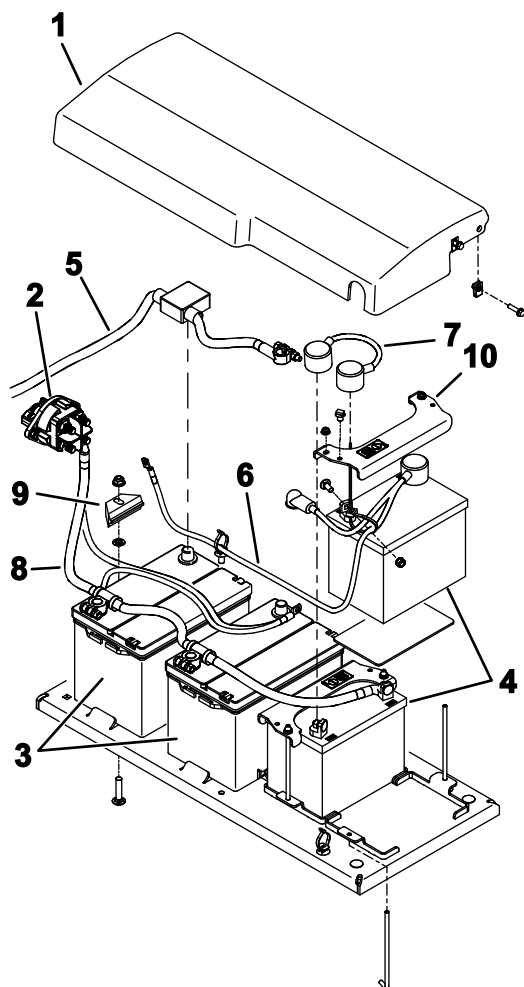

Bild 113
6. Entfernen Sie die Befestigungen, mit denen die Batterieabdeckung an der Maschine befestigt ist, und nehmen Sie die Abdeckung ab (Bild 113).
9. Nehmen Sie die Batterien vorsichtig aus der Maschine heraus (Bild 113).
1. Befestigen Sie die Batterien mit den Befestigungen (Bild 113).